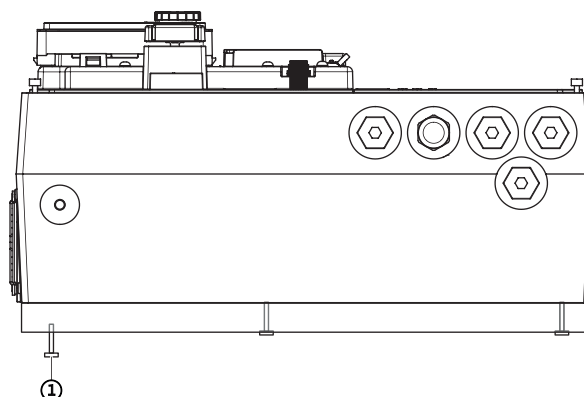

Fig. 116: Otpuštanje adapterske ploče
6. Otpustite vijke adapterske ploče s donje strane elektroničkog modula (Fig. 116, poz. 1).